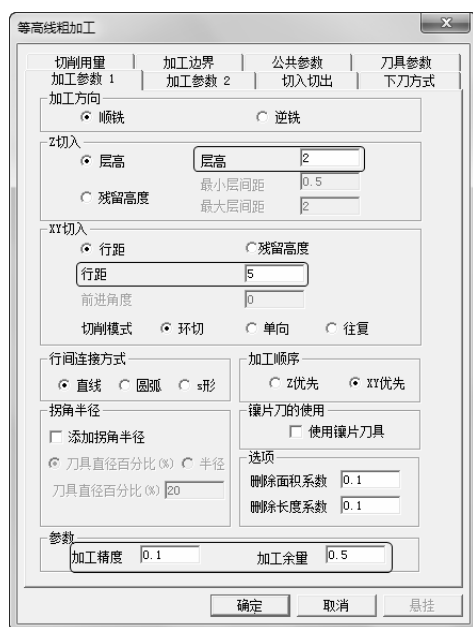

图 5-8 “加工参数 1”选项卡
1) 单击“加工参数 1”选项卡, 设置“加工方向”为“顺铣”, “Z 切入”为“层高”, “XY 切入”为“行距”, “切削模式”为“环切”, “行间连接方式”为“直线”, “加工顺序”为“XY 优先”。具体“层高”、“行距”、“加工精度”、“加工余量”参数数值如图 5-8 所示。